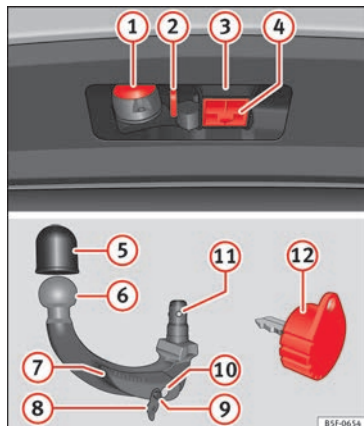

Abb. 225 Halterung der Anhängervorrichtung / abnehmbarer Kugelkopf / Schlüssel
Legende zu » Abb. 225
- Den Verschlussdeckel der Hakenaufnahme ④ » **Abb. 225** nach unten abnehmen.